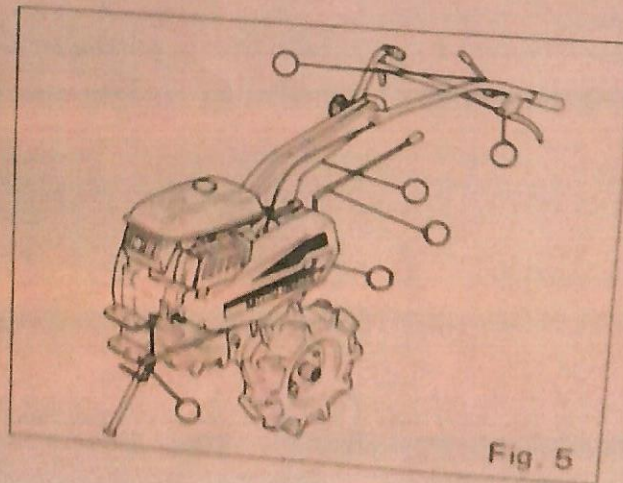

Fig. 5
5. Les pièces coulissantes qui sont représentées sur la Fig. 5 doivent être nettoyées et lubrifiées avec de l'huile moteur ou de l'huile pour engrenage.
5. The sliding parts shown in Fig. 5 must be cleaned and lubricated with engine oil or gear oil.